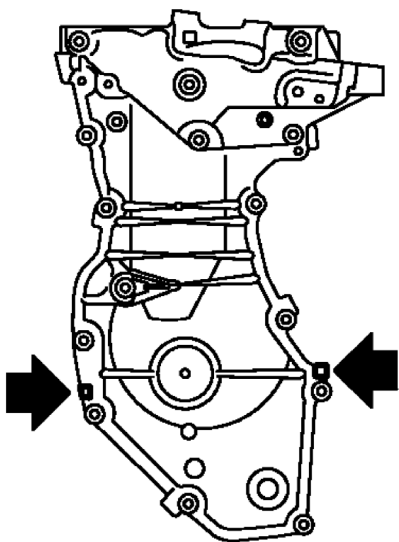

图 3-95 撬开前盖
② 通过撬动图 3-95 中所示(←)位置来切断密封胶，然后拆下前盖。